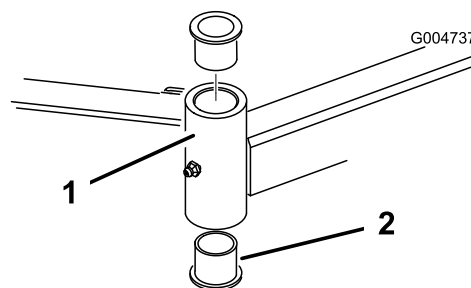

Figure 22
4. Insérez un chasse-goupille dans le haut ou le bas du tube de montage et chassez la bague hors du tube (Figure 22).